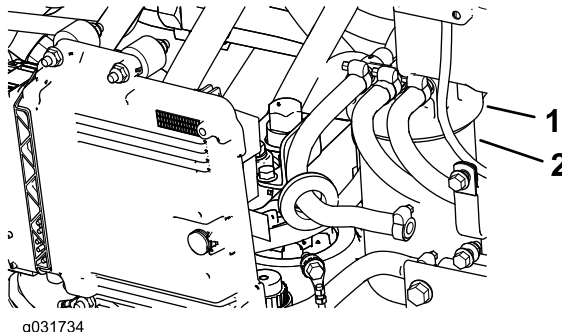

Figura 106
1. Limpie la zona alrededor de la cabeza del filtro de combustible (Figura 106).
2. Retire el filtro y limpie la superficie de montaje del cabezal del filtro (Figura 106).